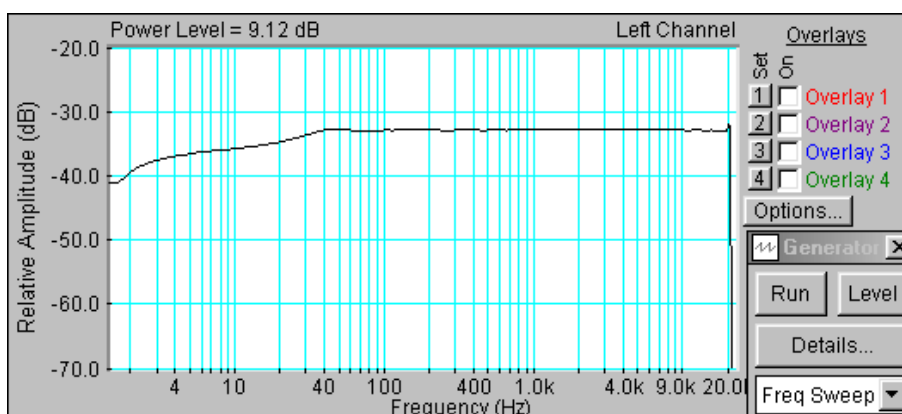

Рис.1.11. Спектр сигнала скользящего тона с линейным законом изменения частоты
- Скопируйте график спектра сигнала скользящего тона шума (рис.1.11) в файл вашего отчета.